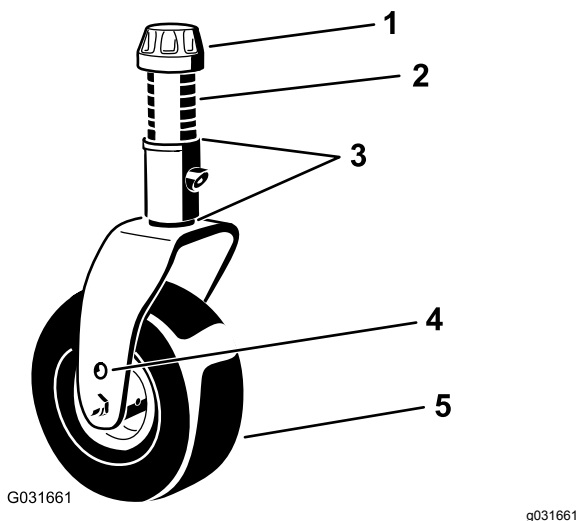
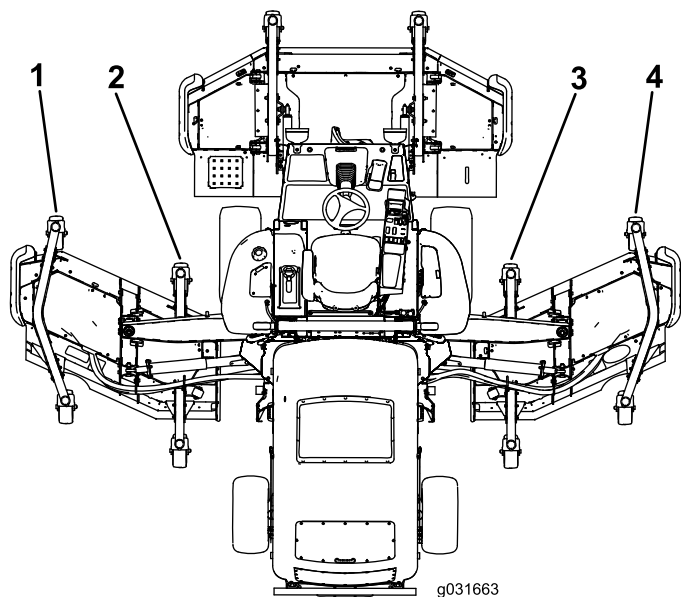

Figura 26
Figura 27
5. Se il bordo interno del piatto di taglio laterale è troppo alto rispetto al bordo esterno del piatto di taglio anteriore, togliete uno spessore dalla base del braccio della ruota orientabile anteriore interna del piatto di taglio laterale (Figura 26 e Figura 27).
6. Se il bordo interno è ancora troppo alto, togliete un altro spessore dalla base del braccio della ruota orientabile anteriore interna del piatto di taglio laterale e uno spessore dal braccio della ruota orientabile anteriore esterna del piatto di taglio laterale (Figura 26 e Figura 27).
7. Se il bordo interno del piatto di taglio laterale è troppo basso rispetto al bordo esterno del piatto di taglio anteriore, aggiungete uno spessore ($\frac{1}{8}$ "") alla base del braccio della ruota orientabile anteriore interna del piatto di taglio laterale (Figura 26 e Figura 27).